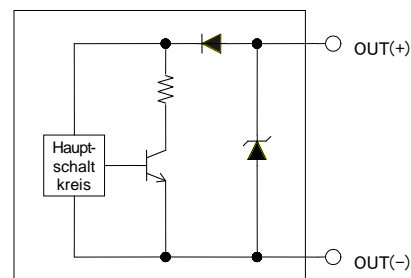

Abb.1
- \*9: Wenn keine Versorgungsspannung anliegt, wird ein Alarmsignal ausgegeben. Abb. 1 zeigt einen internen Alarm-Schaltkreis von IP8001-0\*2 (Nicht explosionsgeschützte Bauweise).